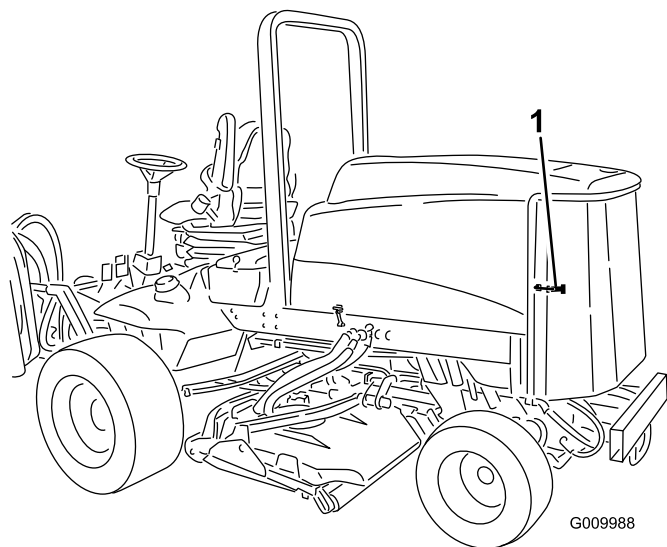

Рисунок 55
1. Откройте защелку и откиньте заднюю решетку (Рисунок 55). Тщательно очистите решетку от всего мусора.